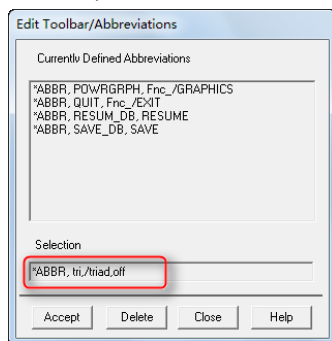

图 5-90 在工具条建立命令按钮
⑨在工具条中建立命令按钮：依次选择 Utility Menu→MenuCtrls→Edit Toolbar，弹出如图5-90所示的对话框。在“Selection”中“*ABBR”后输入“tri,/triad,off”，单击“Accept”按钮，在工具条生成“TRI”按钮。单击“Close”按钮关闭 Edit Toolbar 对话框。在 ANSYS 工具条单击“TRI”按钮，执行“/trid,off”命令。